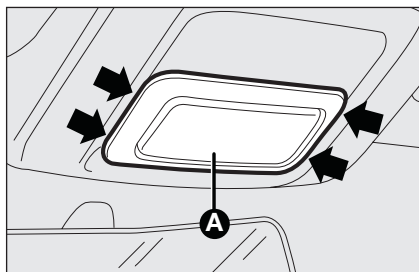

fig. 25
- ☐ extraiga la luz del techo utilizando el destornillador suministrado **A**-fig. 25, en el punto indicado por la flecha;